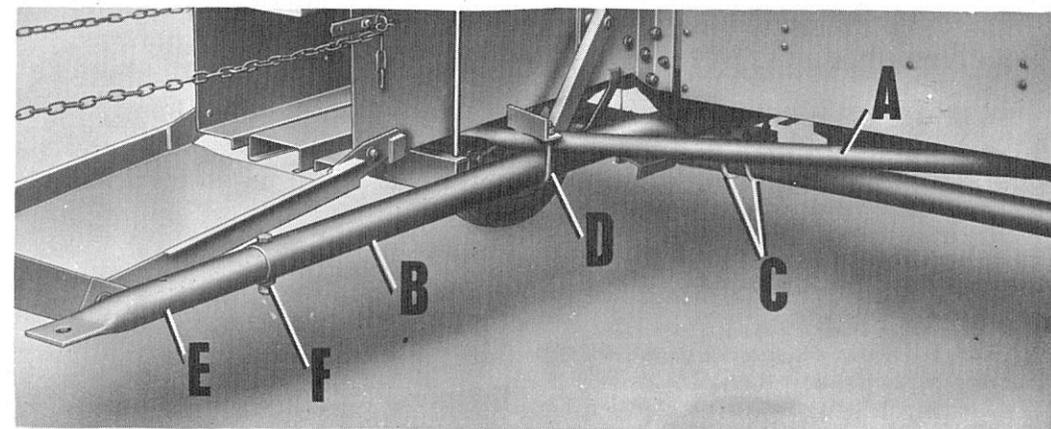

Fig. 47. Méthode de montage de l'attelage de traineau ou de charrette.
1. Fixer la bride d'attelage (A, Fig. 47) sur le support d'assemblage de l'essieu, au moyen de 2 boulons, avec écrous et rondelles de sécurité, d'une part, et
2. Fixer l'attelage (B, Fig. 47) sur l'essieu de la presse au moyen des 2 boulons en U (C, Fig. 47) avec écrous et rondelles de sécurité, puis, sur la bride d'attelage, en employant également un boulon en U (D, Fig. 47) avec écrous et rondelles de sécurité.
3. En service, on peut régler la longueur de l'attelage en déplaçant la languette (E, Fig. 47) sur un trou autrement placé et en l'y fixant au moyen du boulon (F, Fig. 47) avec écrou, rondelle plate rondelle et de sécurité.